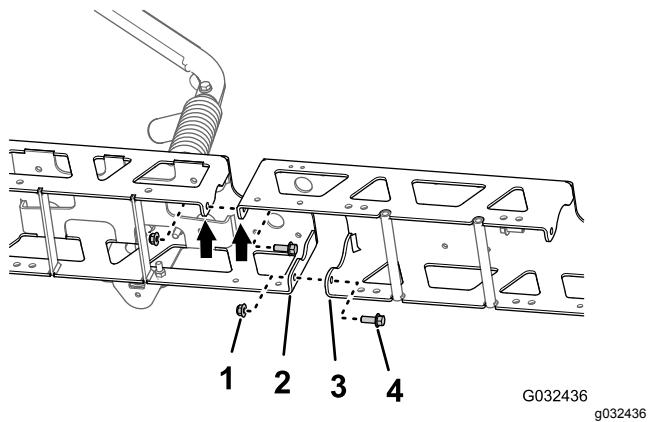

Figure 54
2. Fixez légèrement l'extension de rampe centrale au cadre en treillis (Figure 54) à l'aide des 2 boulons à embase (3/8" x 1") et des 2 contre-écrous à embase (3/8") que vous avez retirés à l'opération 1 de Séparation des cadres en treillis de la section de pulvérisation centrale \(page 28\).
3. Alignez les trous dans les brides verticales de l'extension de rampe centrale et les trous dans l'autre cadre en treillis (Figure 54).
4. Fixez légèrement l'extension de rampe centrale à l'autre cadre en treillis (Figure 54) à l'aide des 2 boulons à embase (3/8" x 1") et des 2 contre-écrous à embase (3/8") du kit de finition du système de pulvérisation GeoLink (Figure 54).
1. Alignez les trous dans les brides verticales de l'extension de rampe centrale et les trous dans le cadre en treillis (Figure 54).